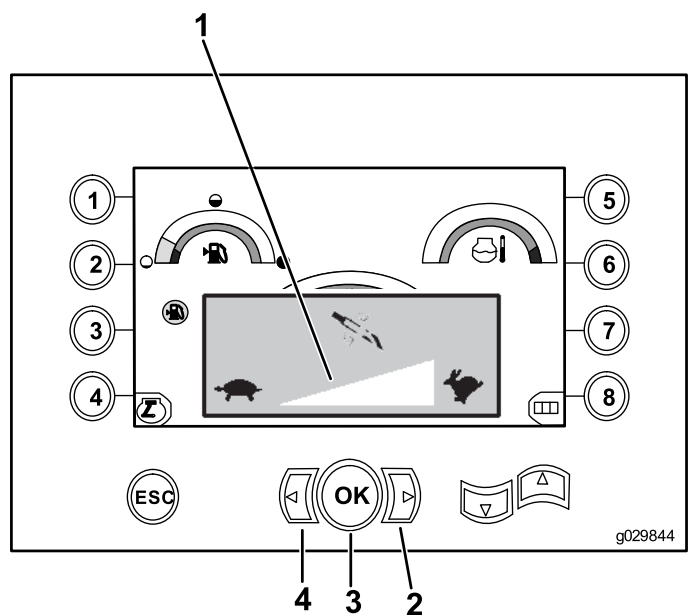

Bild 5
2. Drücken Sie die Taste „Pfeil links“, um die Höchstgeschwindigkeit zu verringern, oder die Taste „Pfeil rechts“, um die Höchstgeschwindigkeit zu erhöhen (Bild 5).
3. Lassen Sie die OK-Taste los, um die Drehgeschwindigkeit des Bohrers einzustellen (Bild 5).